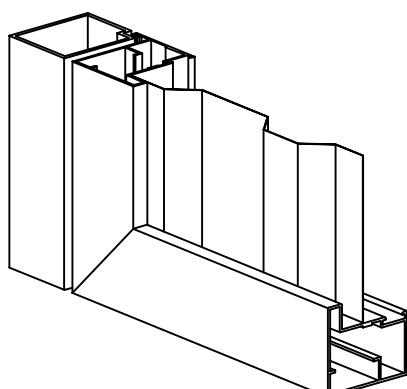

Рис. 7.6.5 – Калитка со встроенным монтажем, направлением открывания влево, наружу с вертикальным встроенным заполнением из профилированного листа:
- калитки со встроенным типом монтажа с открыванием наружу (рис. 7.6.5, 7.6.6);